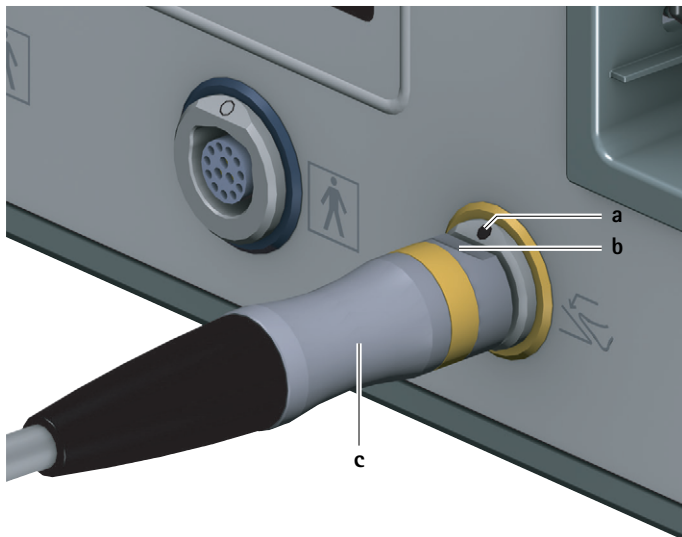

Abb. 2 Fußsteuerung anschließen
- Stecker der Fußsteuerung **c** so ausrichten, dass die Markierung **b** auf dem Stecker mit der Markierung **a** auf der Anschlussbuchse Fußsteuerung **6** übereinstimmt, siehe Abb. 2.
- ▶ Stecker der Fußsteuerung **c** aus Anschlussbuchse Fußsteuerung **6** ziehen, siehe Abb. 2.